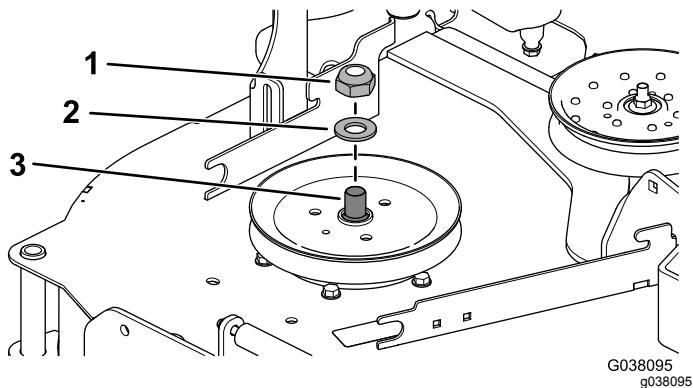

Figura 10
- Utilizzate una chiave (1½") per trattenere l'albero del mandrino mentre rimuovete il dado di bloccaggio (¾") e la rondella dall'albero del mandrino (Figura 10).